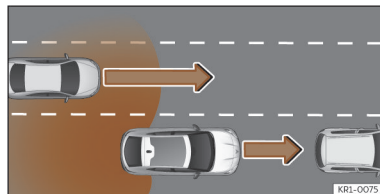

Fig. 131 Ultrapassagem com trânsito na parte traseira.
- Quando se é ultrapassado por outro veículo >>> **Fig. 131**.